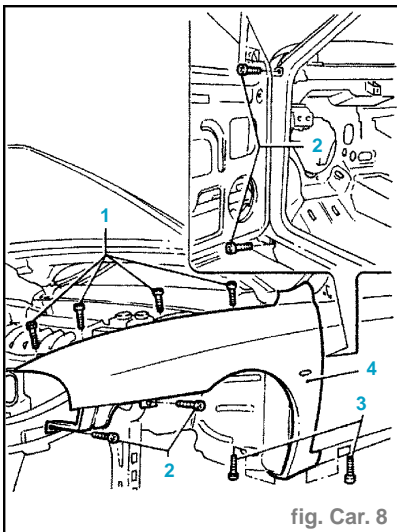

fig. Car. 8
- Protéger par ruban adhésif la grille de revêtement sous le pare-brise (3).
- Enlever le traitement en PVC entre montant antérieur et garde-boue par couteau à vibrations et lame spéciale (4).
- Après chauffage, inciser le cachetant par lame spéciale entre montant antérieur et garde-boue (5).
- Dévisser les vis de fixation supérieures (1) (fig. Car. 8).